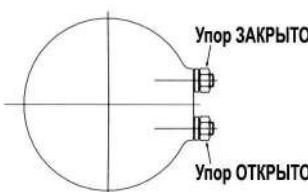

Рис.4 Вид на электропивод сверху
4.2. Настройка механических упоров (Рис. 4)